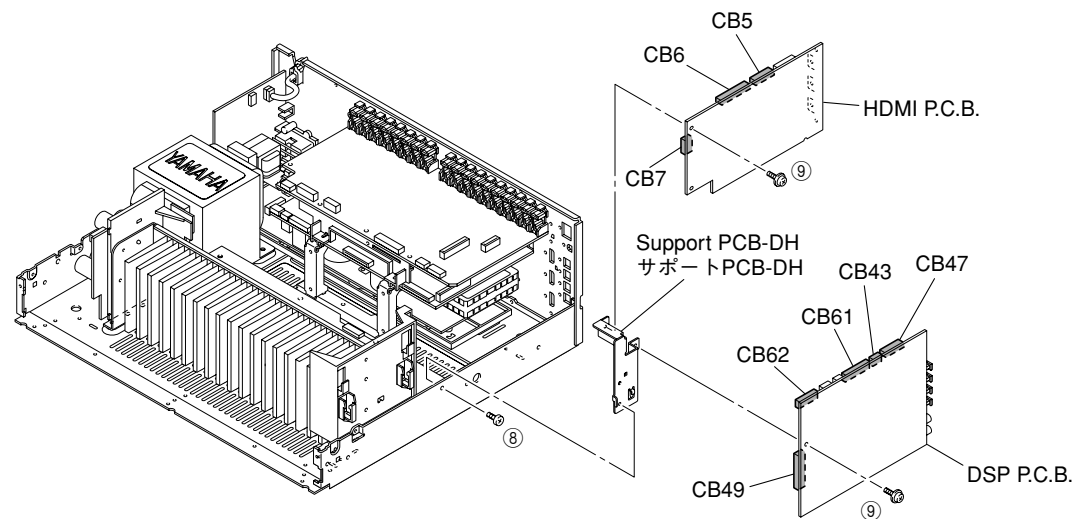

Fig. 2
- a. Remove screw (⑧) and 2 screws (⑨). (Fig. 2)
- b. Remove support PCB-DH. (Fig. 2)
- d. Remove CB43, CB47, CB49, CB61 and CB62. (Fig. 2)
- e. Remove the DSP P.C.B.. (Fig. 2)
- g. Remove CB5-7. (Fig. 2)
- h. Remove the HDMI P.C.B.. (Fig. 2)
- a. ⑧のネジ1本、⑨のネジ2本を外します。(Fig. 2)
- b. サポートPCB-DHを取り外します。(Fig. 2)
- d. CB43、CB47、CB49、CB61-62を外します。(Fig. 2)
- e. DSP P.C.B.を取り外します。(Fig. 2)
- g. CB5-7を外します。(Fig. 2)
- h. HDMI P.C.B.を取り外します。(Fig. 2)